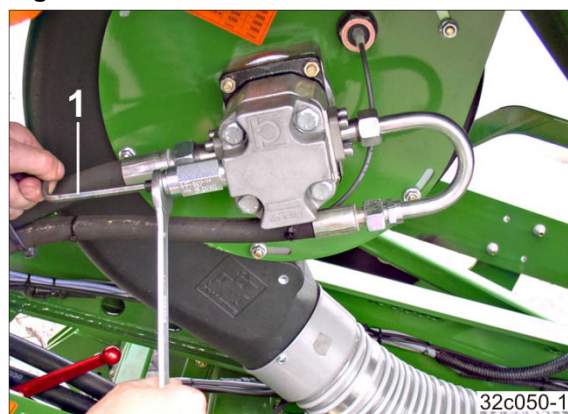

Fig. 209
2. Indstil blæseromdrejningstallet på trykbegrænserventilen med unbrakonøglen (Fig. 209/1).
1. Løsn kontramøtrikken (Fig. 209).
2. Skru skruen helt ind med unbrakonøglen (Fig. 209/1) (mod højre).